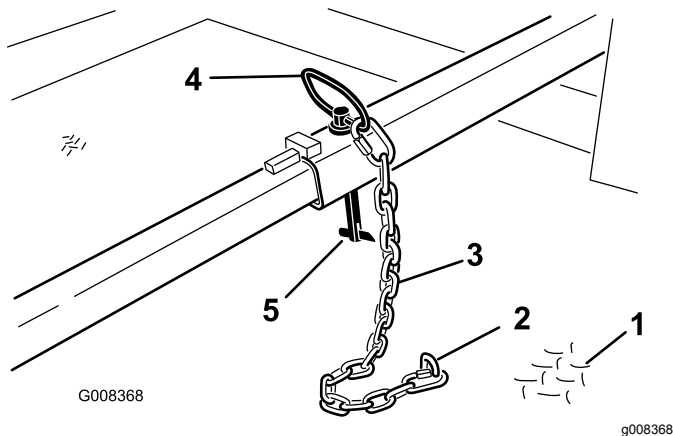

Figura 8
1. Instale la cadena de retención desde la plataforma del remolque hasta el pasador de retención (Figura 8).